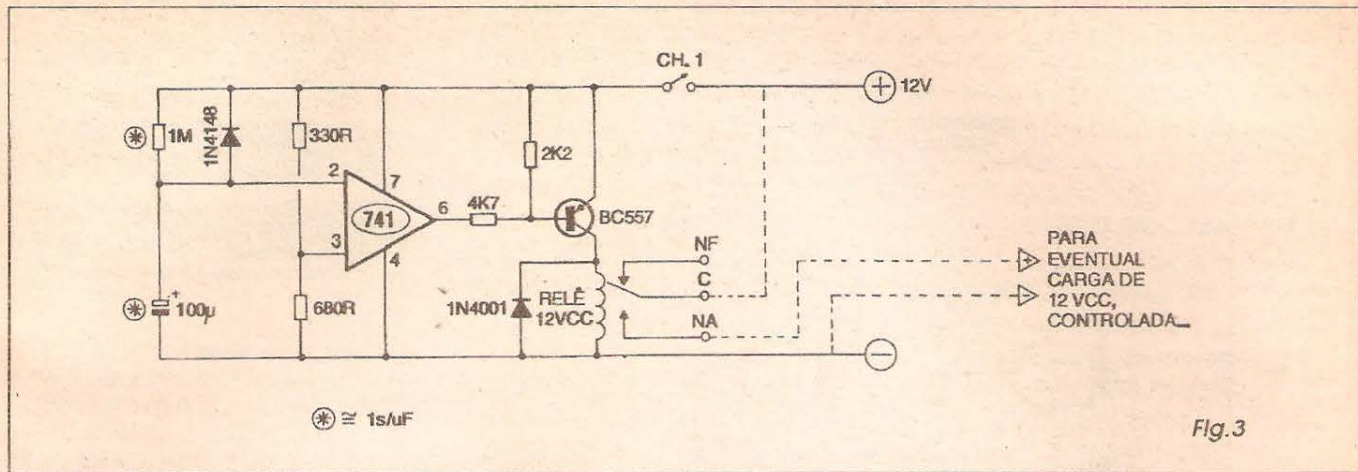

Fig. 3
- FIG. 3 - DEMORADOR (TEMPORIZADOR AO CONTRÁRIO), QUE DETERMINA UMA ESPERA PROGRAMADA, ENTRE O ACIONAMENTO E O INSTANTE REAL DE LIGAMENTO DE QUALQUER CARGA ELÉTRICA... - Quando se menciona o termo *temporizador*, normalmente nos vem à mente a idéia de um dispositivo que permite ou controla o *desligamento* automático de uma carga elétrica, uma vez decorrido um certo tempo programado ou ajustado...